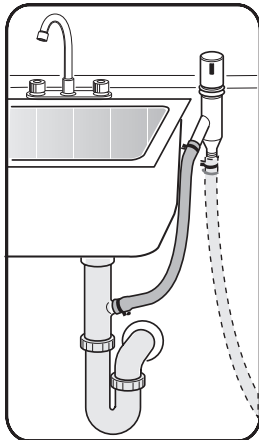

Ilustración 27
- 3 A la conexión de evacuación debajo del fregadero y a través de un dispositivo de ventilación, como muestra la Ilustración 27.